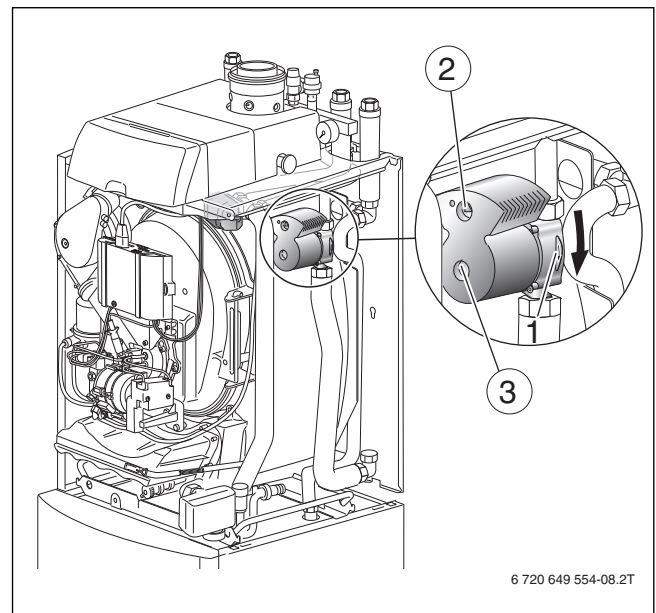

Bild 24 Pumpe
▶ Pumpe auf mittlere Einstellung stellen (→ Bild 24, [2]). Wenn die Pumpe auf eine kleinere Stufe eingestellt wird, reduziert sich der Warmwasserkomfort.